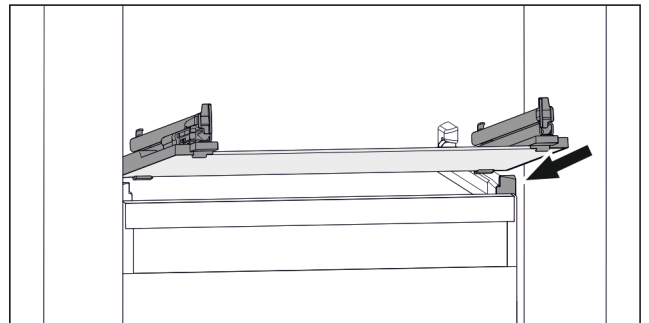

Fig. 98 Beispielhafte Darstellung der Glasplatte
- ▶ Glasplatte schräg hinter den Stoppere aufsetzen. (siehe Fig. 98)